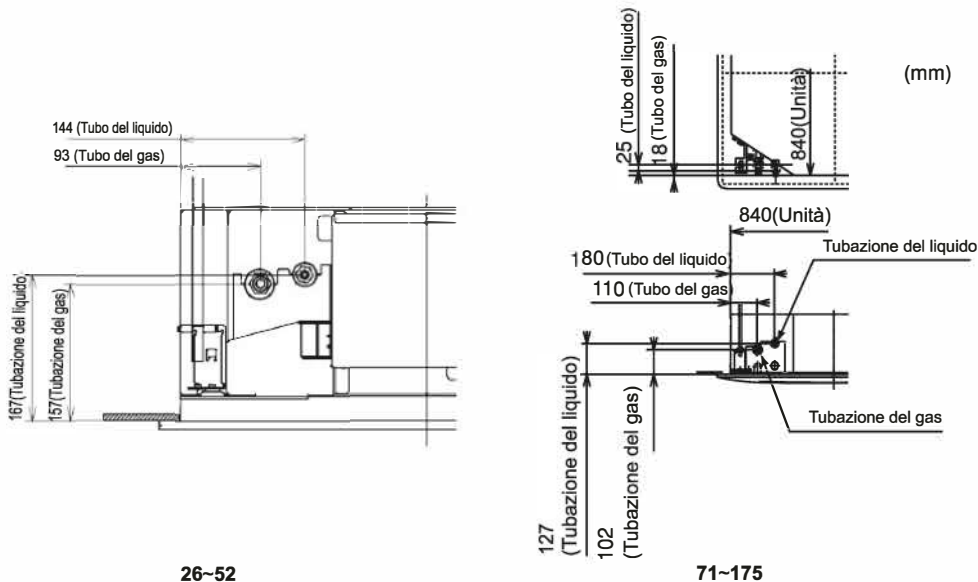

Fig. 4.1 Posizionamento dei tubi
- (1) Il posizionamento dei tubi è illustrato nella Fig. 4.1. (unità interna)